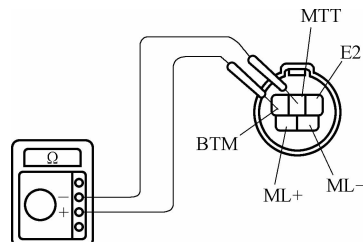

图 3-120 TRC 泵电动机电阻检测
2) 如图 3-120 所示,用电阻表测量 BTM、MTT 两端子的电阻值应为 $4.5 \sim 5.5 \Omega$ 。